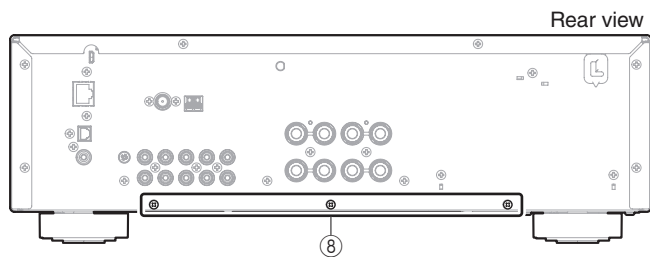

Fig. 5
- a. Remove 3 screws (⑧). (Fig. 5)
- a. ⑧のネジ3本を外します。(Fig. 5)